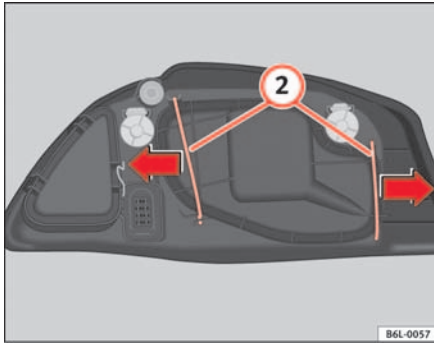

Abb. 152 Glühlampe
- Die Streben **2** ⇒ Abb. 152 in Pfeilrichtung herauschieben und den Deckel abnehmen.
- Den Kunststoffdeckel und die Streben **2** ⇒ Abb. 152 einsetzen.